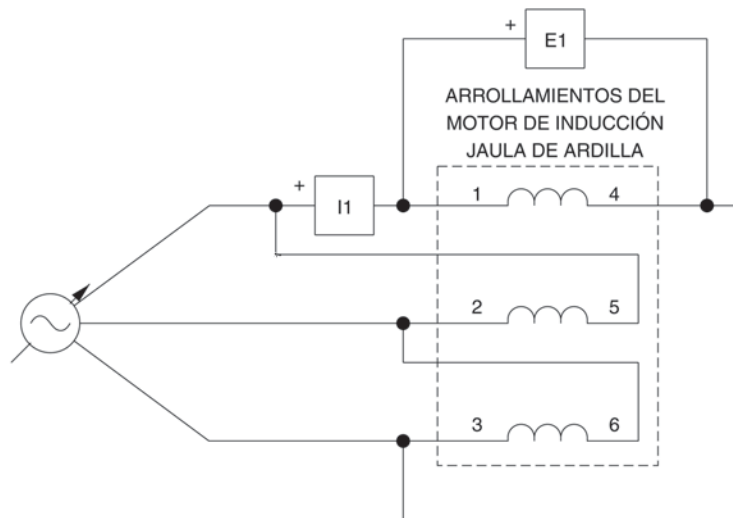

Figura 4-19. Conexión en triángulo de los arrollamientos del estator del Motor de inducción jaula de ardilla de cuatro polos.
En la primera parte del ejercicio, usted montará el equipo en el Puesto de trabajo y lo conectará como lo muestra la Figura 4-19.
- 5. Conecte el equipamiento como lo muestra la Figura 4-19.